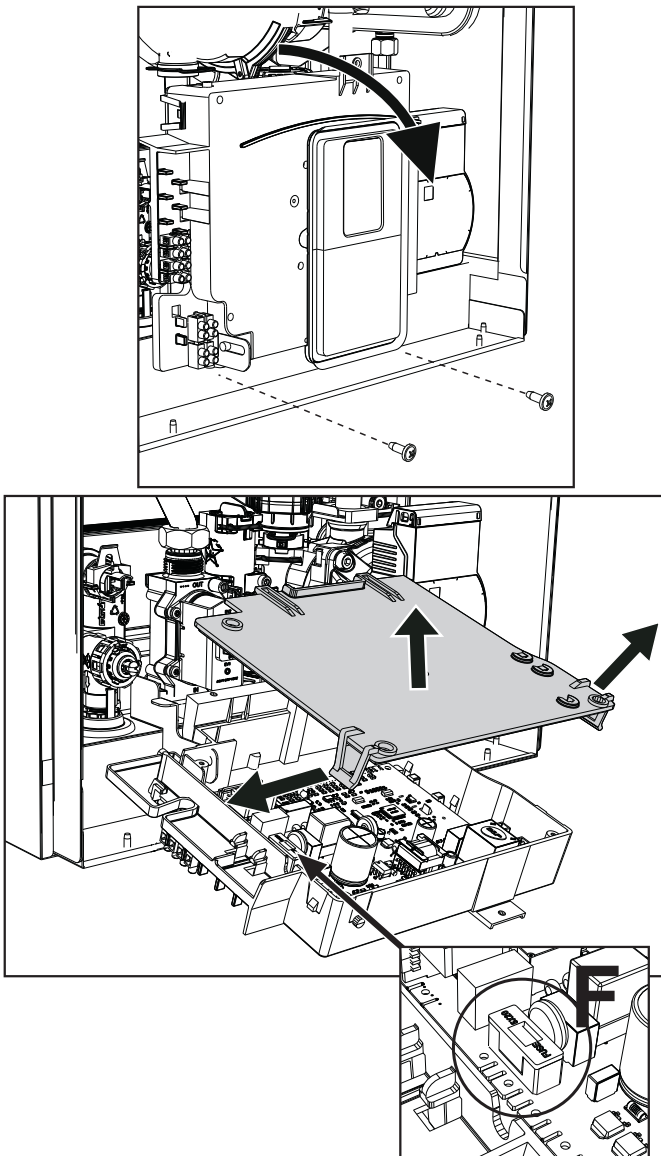

fig. 30
Urmând indicațiile din fig. 30, puteți accesa siguranța fuzibilă (F).